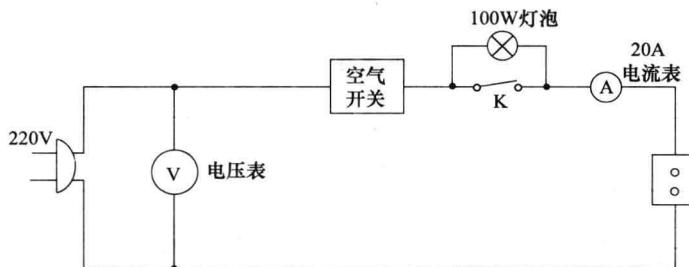

图 1-10 电磁炉维修工装的结构图
自制电磁炉维修工装，其结构图如图 1-10 所示，既可检测电磁炉的工作电压、工作电流，又可以防止检修电磁炉时进一步扩大故障。
(1) 选择材料
① 用胶木板或其他绝缘材料按图 1-10 制作。
② 开关选用 15A 漏电保护器（漏电流 15~30mA），或者 15~20A 双联空气开关。
③ 电流表选用量程为 0~15A 交流电流表，如 85L1 型号，用于检测输入电流的大小。
④ 电压表选用量程为 0~250V 交流电压表，如 85L1 型号，检测目前电压状况。
(2) 制作方法